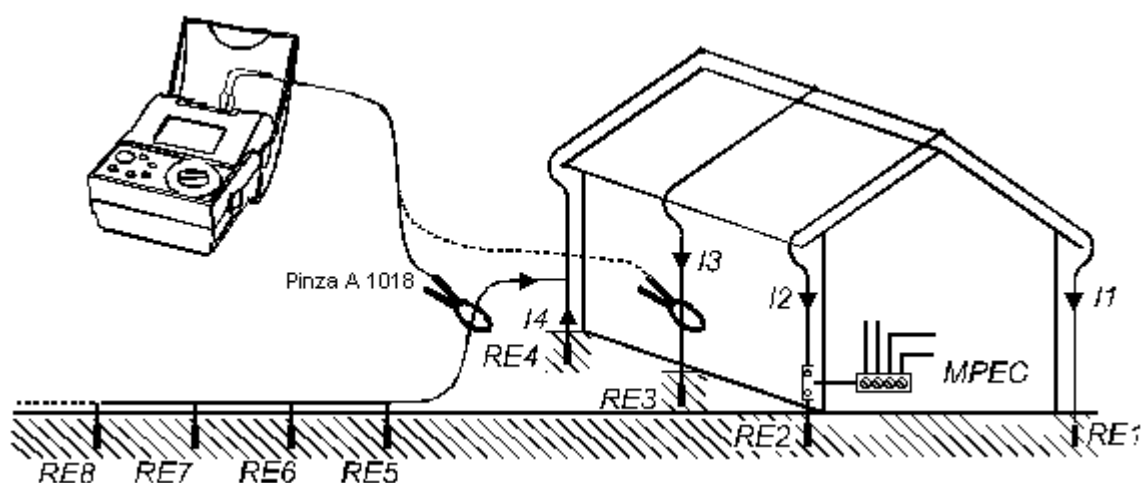

Fig. 17. Collegamento tipico della pinza di corrente (misura di basse correnti)
- ◆ Utilizzare la pinza in corrente (1000 / 1) con lo strumento come mostrato nelle Fig.17 o 18. Con la pinza in corrente E-Clip 1 sono possibili misure da 0.5 mA a 20 A (max. range dello strumento), mentre con la maggior parte delle altre pinze si hanno misure da 10 mA a 20 A.